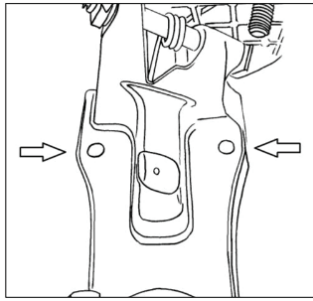

Рис. 3
4. Закрепите станок на верстаке при помощи болтов (в комплект поставки не входят), используя монтажные отверстия в основании (рис.3)